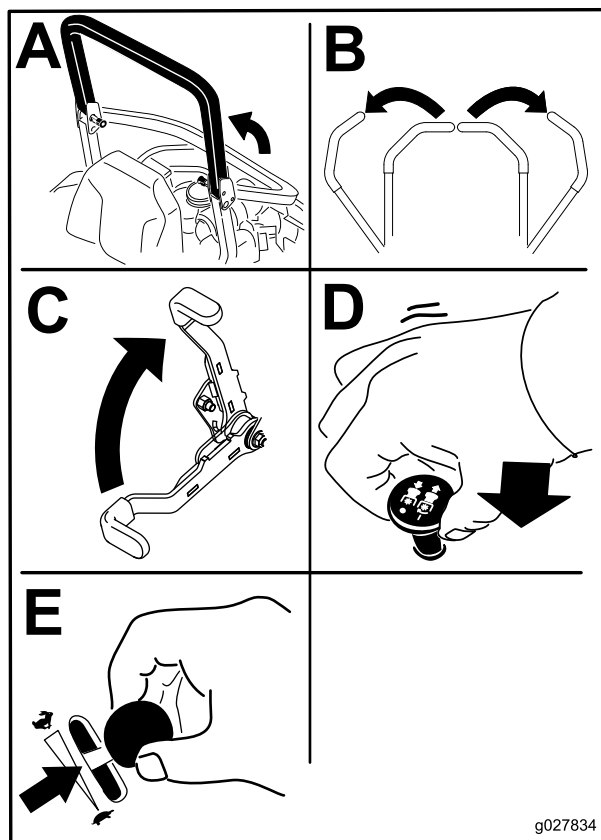

Figure 18
4. Placez la commande des lames (PDF) en position désengagée (Figure 18).